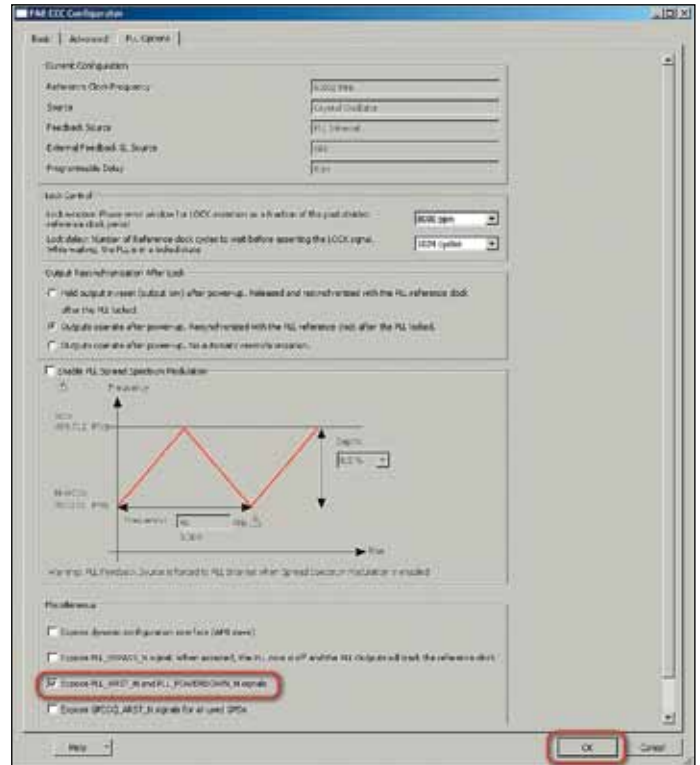

Рис. 12. Окончание конфигурирования формирователя тактовой частоты
- перейдем к закладке **PLL Options** в окне конфигурации и установим флажок **Expose PLL_ARST_N and PLL_POWERDOWN_N signals** (рис. 12);